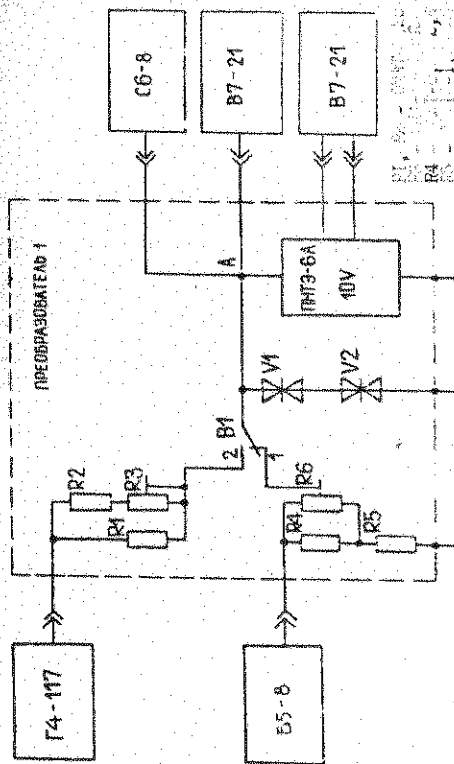

Рис. 12.2
12.3.5.2. Определение абсолютной основной погрешности при выходе напряжения 10V на частотах 200, 400, 600, 800, 1000 кГц производится с помощью ПИТЗ-6А на напряжение 10V и ПРЕОБРАЗОВАТЕЛЯ 1, представленного на рис. 12.2 или стенда ДИИ.НИС23.30001.
Принцип действия схемы рис. 12.2 основан на получении в точке А напряжения 10 В необходимой частоты, установленного с погрешностью не более 0,2 % путем компарирования с эталонным значением напряжения постоянного тока, которое установлено в точке А по цифровому вольтметру постоянного тока В7-21. Компарирование осуществляется с помощью термоэлектрического образцового преобразователя ПНТЭ-6А на 10 термо-э.д.с. которого измеряется вольтметром В7-21.
В качестве компаратора на частотах 200, 400, 600, 800, 1000 кГц используется прибор С6-8, включенный в режим измерения напряжения. Абсолютная основная погрешность поверяемой установки СКБ-10 на частотах 200, 400, 600, 800, 1000 кГц определяется как разность показаний прибора С6-8 при измерении выходного напряжения схемы, рис. 12.2 (В) и поверяемой установки СКБ-10 (А) выражением